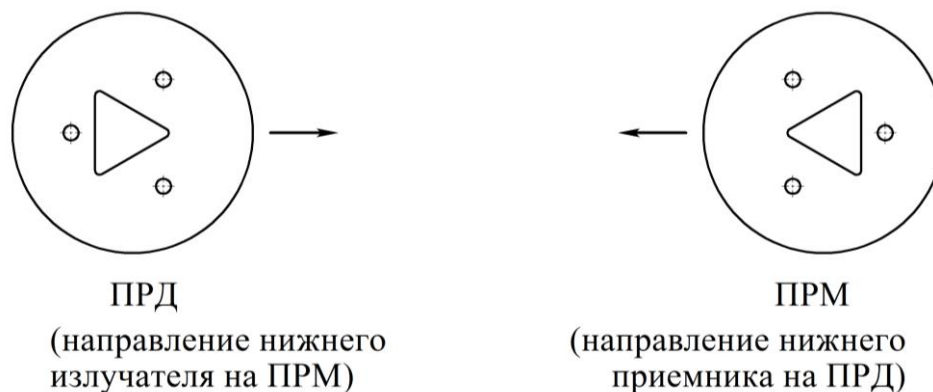

Рисунок 8.1
6.1.6 Установка анкеров 13 показана на рисунке 6.2. Анкера устанавливаются в бетон. При установке анкеров необходимо учесть ориентацию нижних излучателей и приемников излучения блоков извещателя (см. рисунок 8.1). В качестве шаблона для разметки отверстий под анкера используется нижний кронштейн 11.
8.2.1 Произведите разметку периметра под места установки ПРМ, ПРД, а также прокладку линий питания и линий связи. При разметке необходимо учитывать ориентацию блоков в соответствии с направлением нижнего приемника (передатчика) (см. рисунок 8.1).